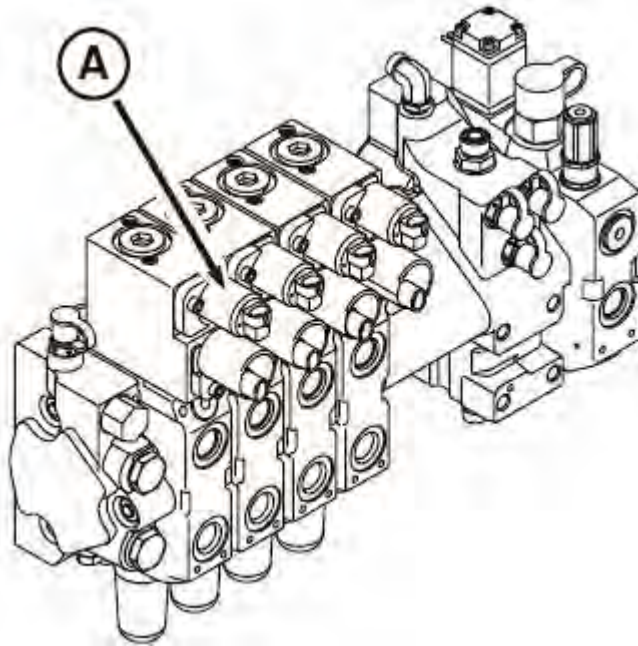

Рис. 9.42. А-З'єднувальний роз'єм спрямованого соленоїда SCV IV
Знайти і відключити з'єднувальний роз'єм спрямованого соленоїда SCV IV (A) (рис.9.42). Перейти до пункту 9.4.8.2.